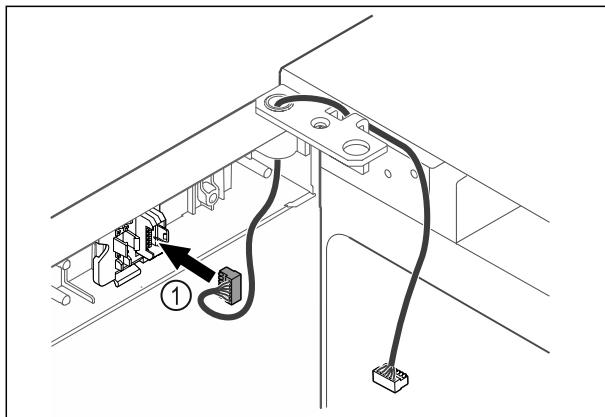

Fig. 47
- Zasuňte zástrčku Fig. 47 (1) do držiaka zástrčky.